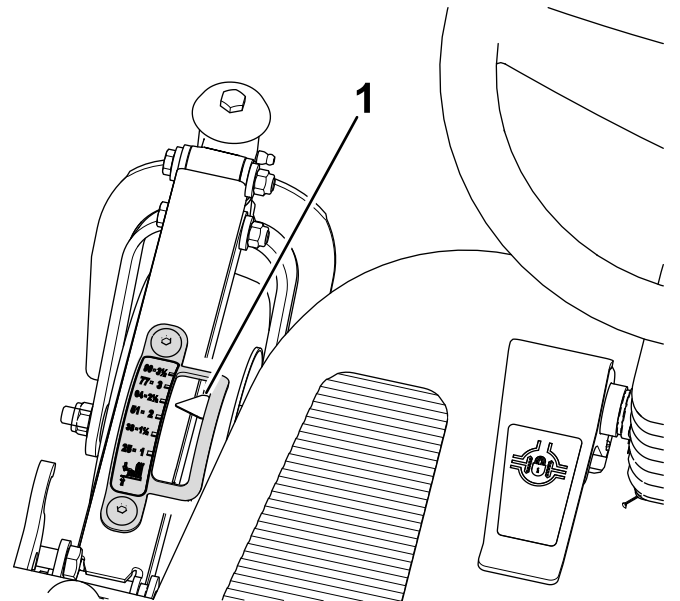

Figure 98
1. Réglez la hauteur de coupe à 64 mm (Figure 98).